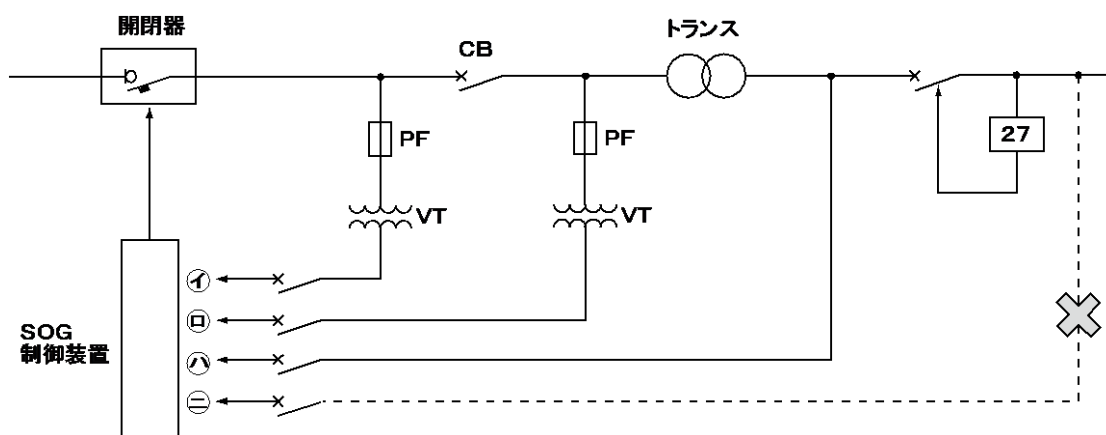

図9 制御電源のとり方
- ① 1.25mm2以上の600Vビニル絶縁電線（IV）、600Vビニル絶縁ケーブル（CVV）などを使用してください。
- ② 制御電源を別系統からとればSO動作（過電流→停電→蓄勢トリップ）ができません。
- ③ 制御電源用のスイッチが開いたり、ヒューズが溶断したりして、制御電源が切れることのないよう注意してください。
- ④ 操作変圧器（VT）は計器用変圧器を利用できます。
- ⑤ 雷サージなどの異常電圧はP2端子から接地へ放電するようにしていますので、P2端子に制御電源の接地相側を接続してください。
- ⑥ ②のとり方をしますと、もし電圧降下で27が動作し、配線用遮断器が開放すると制御電源がなくなりますので、配線用遮断器再投入までに事故が発生したとき、本開閉器で保護することができません。
- ⑦ 図9において④のとり方を推奨します。
- ②、④のとり方をしますと、主遮断装置の負荷側で過電流事故が発生したとき、主遮断装置の遮断と同時に本開閉器もSO動作で開放します。
- 関東地区においては②、④のとり方を推奨されております。